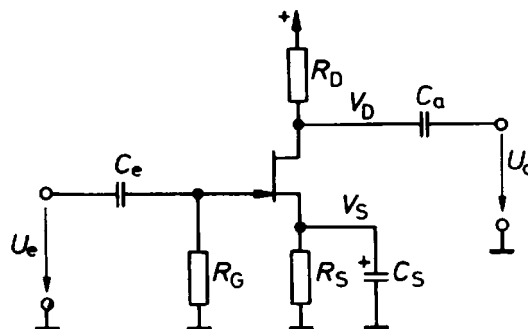

Abbildung 48: Arbeitspunkteinstellung durch (Gleich-)Stromgegenkopplung
**Arbeitspunkteinstellung** Der Arbeitspunkt benötigt wegen der großen Exemplarstreuungen von  $I_{DS}$  und  $U_P$  eine Stabilisierung durch Gegenkopplung. Abb. 48 zeigt dies am Beispiel eines n-Kanal JFET.